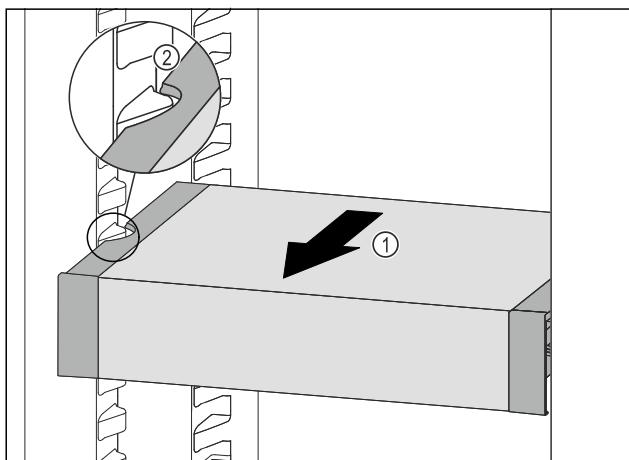

Fig. 101
- Trageți în față VarioSafe Fig. 101 (1), până când degajările laterale ale VarioSafe se află la înălțimea nervurii recipientului din frigider. Fig. 101 (2)